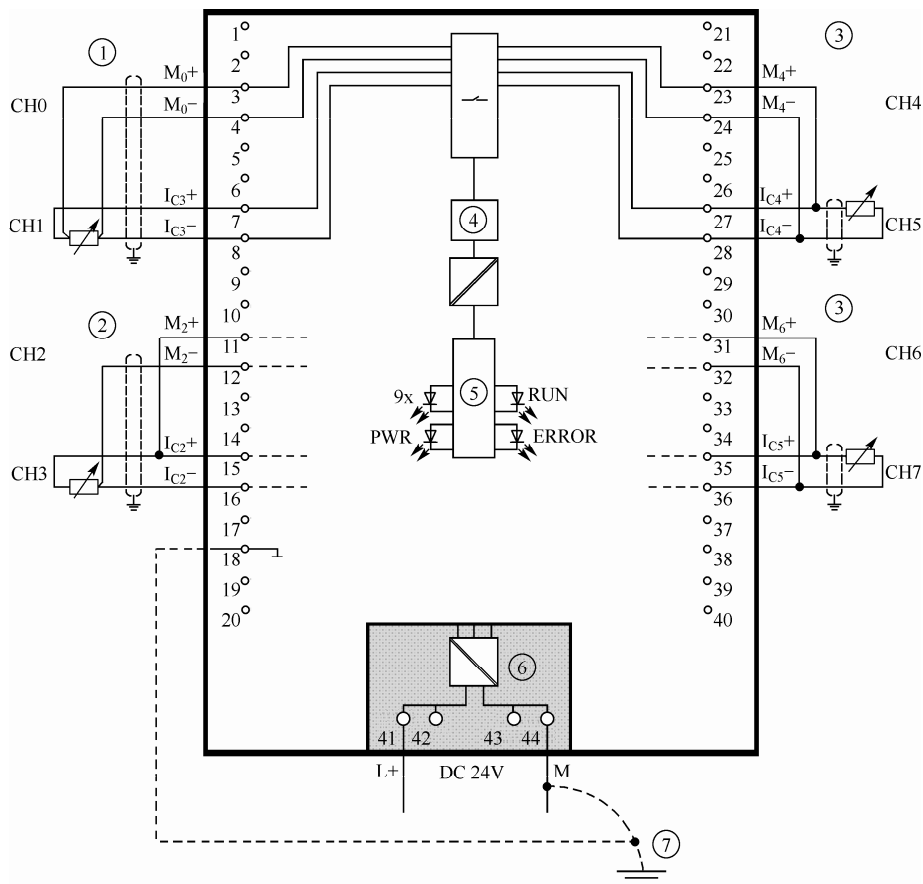

图 2-23 模拟量输入模块 (6ES7531-7KF00-0AB0) 的接线 (热电阻)
测量温度的二线式、三线式和四线式热电阻接线如图 2-23 所示。注：此模块来测量电压和电流信号是 8 通道，但用热电阻测量温度只有 4 通道。标记①是四线式热电阻接法，标记②是三线式热电阻接法，标记③是二线式热电阻接法。标记⑦表示等电位接线。